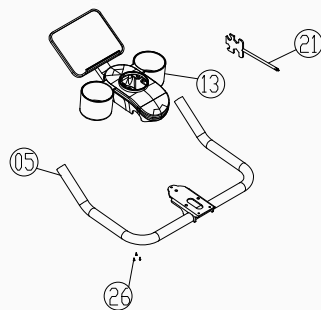

Figura 4
4. Instale las placas de cubierta superior e inferior (Pieza 13) en el conjunto del soporte de la pantalla (Pieza 05). Fije las placas de cubierta al conjunto del soporte de la pantalla con tres tornillos autorroscantes de cabeza cruciforme M4×15 (Pieza 26), colocados de abajo hacia arriba; luego apriete los tornillos con la llave Phillips (Pieza 23), de acuerdo con la Figura 4.